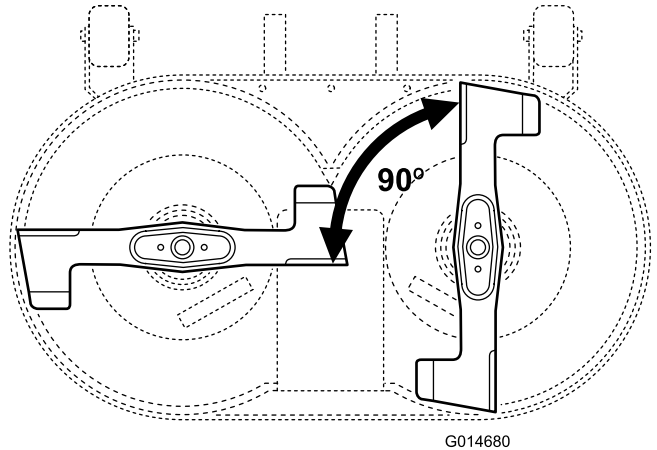

Figure 40
2. Placez les lames à 90° l'une de l'autre (Figure 40).